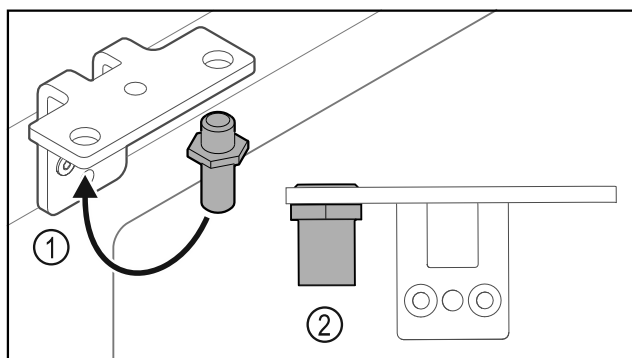

Fig. 35
- ▶ Bouten Fig. 35 (1) naar de scharnierhoek verplaatsen.
- ▶ Bouten Fig. 35 (2) met **aanhaalmoment van 12 Nm** vastdraaien.